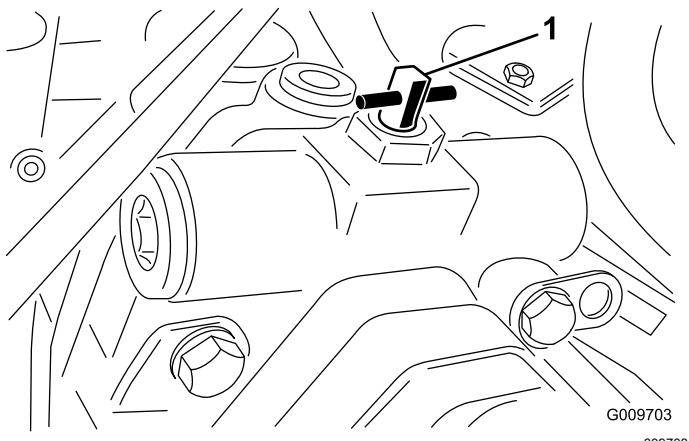

Рисунок 45
3. Поверните перепускной клапан на 90° ($\frac{1}{4}$ оборота) в любом направлении, чтобы открыть его и обеспечить внутренний перепуск масла (Рисунок 45).
2. Поверните перепускной клапан на 90° ($\frac{1}{4}$ оборота) в любом направлении, чтобы открыть его и обеспечить внутренний перепуск масла (Рисунок 45).